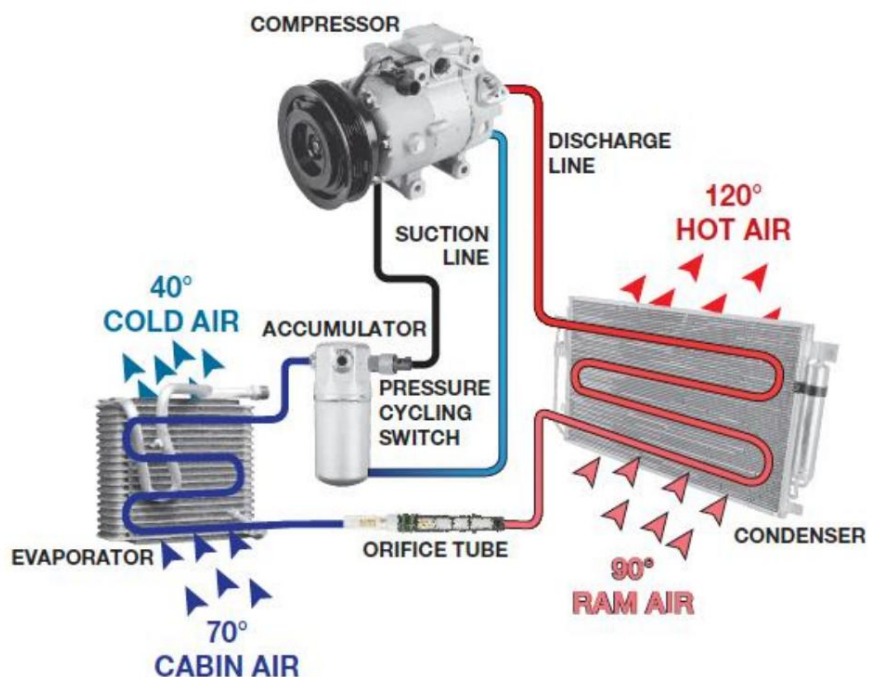

Figura 24. Un sistema de refrigeración tipo OT.
Un acumulador se ubica en el lado inferior de un sistema de tubo de orificio (OT). Impide que el refrigerante líquido pase al compresor y contiene un desecante que ayuda a eliminar la humedad del sistema. También almacena una reserva de refrigerante. Figura 24.